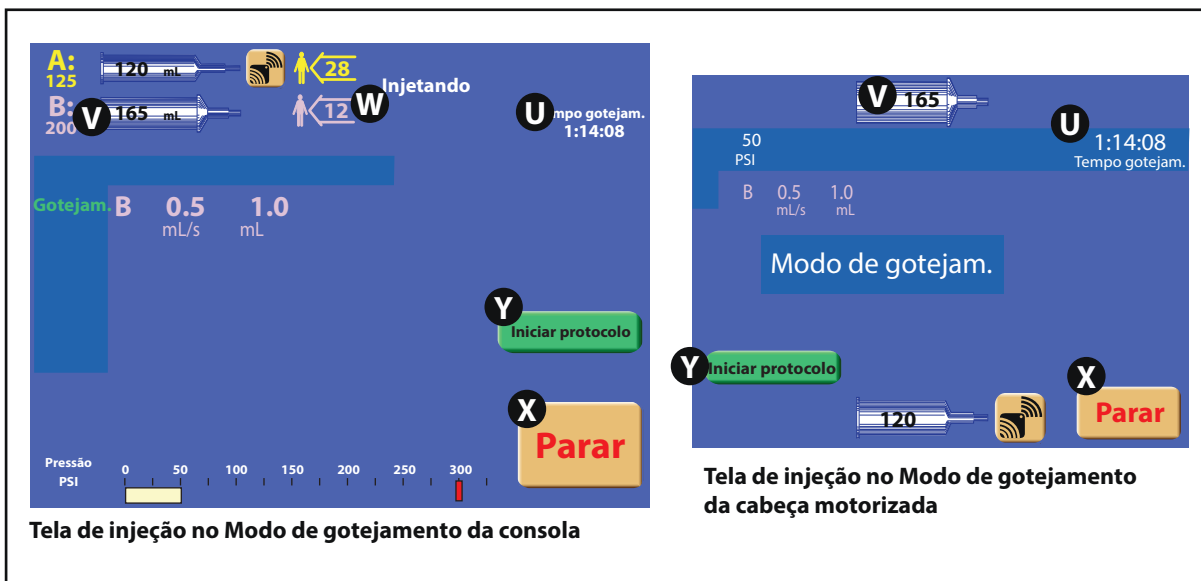

Figura 5-13-2 Tela de injeção no Modo de gotejamento
3. Pressione a tecla [Iniciar gotejamento] **S** para dar início à injeção e para exibir a tela como mostrado na Figura 5-13-2. A tecla [Sair] **T** está disponível para sair do modo de gotejamento e para retornar à tela Protocolo ativado.